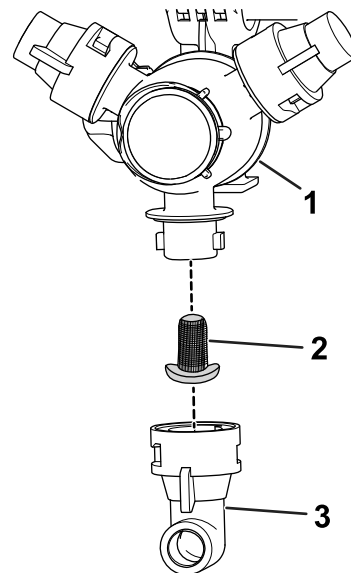

Figura 107
2. Îndepărtați duza din turela de pulverizare (Figura 107).
3. Îndepărtați vechiul filtru al duzei (Figura 107).
4. Montați un filtru de duză nou (Figura 107).
5. Montați duza la turela de pulverizare (Figura 107).